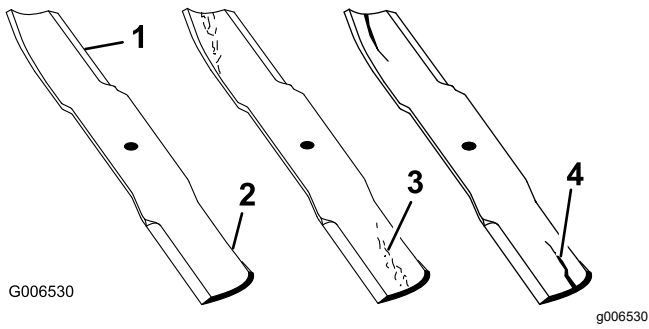

Figura 94
1. Inspeccione los filos de corte (Figura 94).
4. Si observa fisuras, desgaste o la formación de una ranura en esta zona, instale de inmediato una cuchilla nueva (Figura 94).